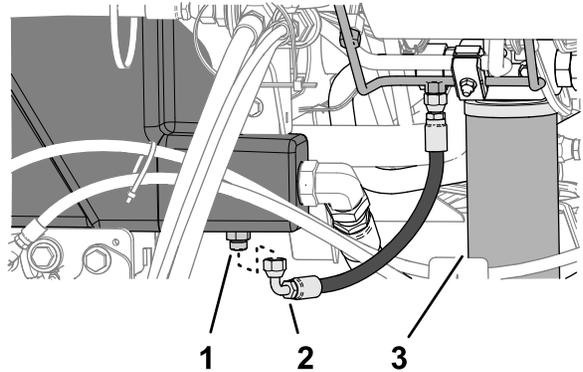

Figura 151
2. Posizionate una bacinella di spurgo grande sotto il raccordo diretto (Figura 151) del serbatoio idraulico; fate riferimento a Capacità fluido idraulico \(pagina 84\).